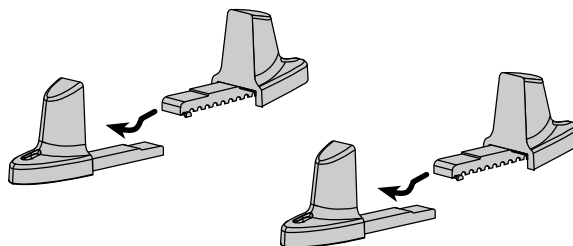

Рисунок 11. Сборка оснований ИБП
1. Соберите основания ИБП (см. Рисунок 11).